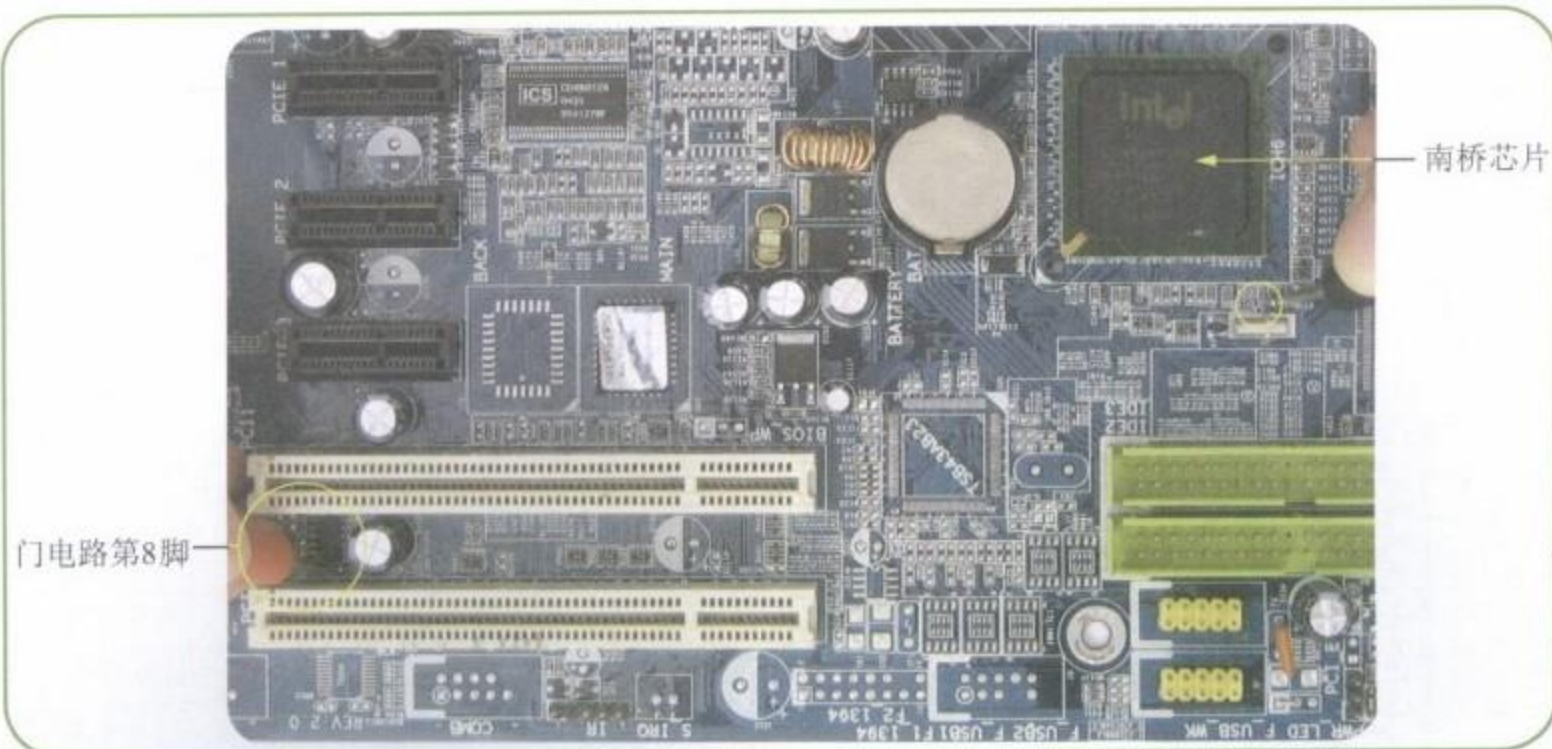

图10-15 测量门电路连接到南桥的线路
Step 03 测量门电路74HC14D第8脚连接到南桥的线路，如图10-15所示。